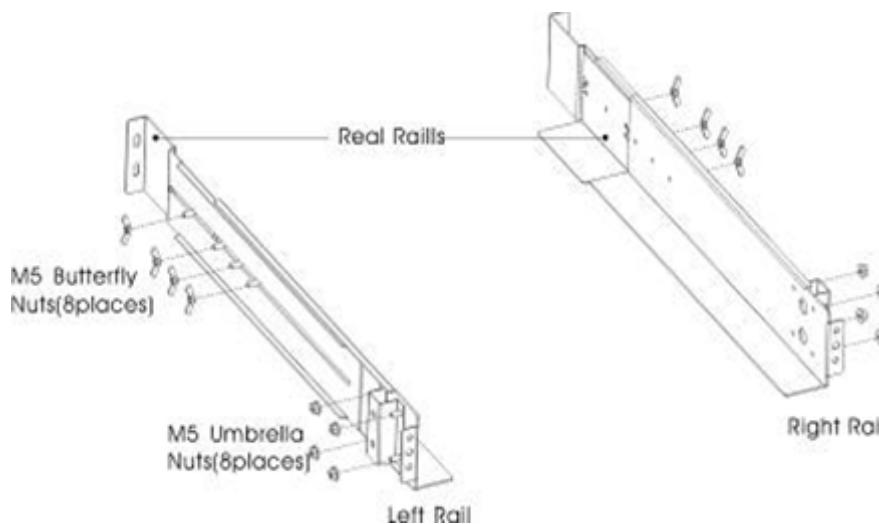

Рис. 3-1. Установка направляющих в шкафу.
3. Затяните четыре барашковые гайки M5 сбоку от направляющих (см. рис. 3-1).